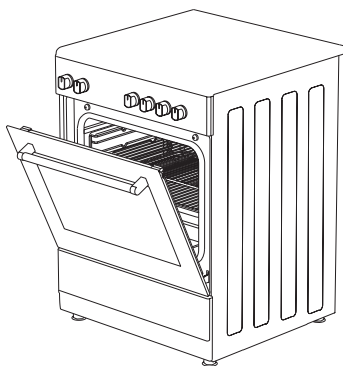

Figura 11
3. Coloque el panel de seguridad debajo del panel de mandos abriendo la tapa frontal del horno de cristal. (figura 11)